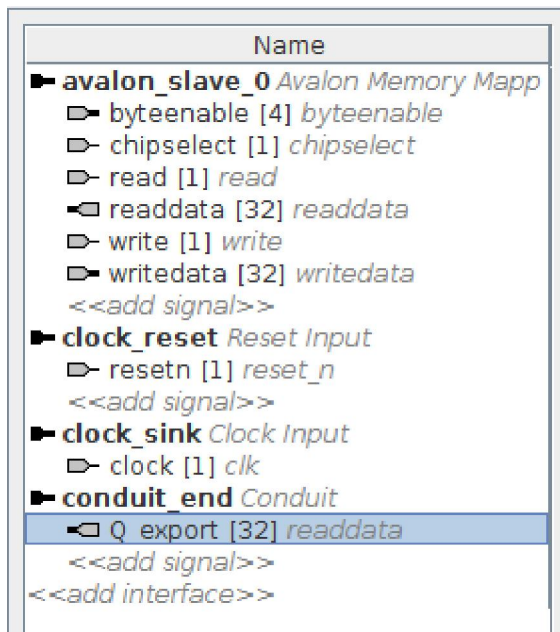

Рисунок 5. Налаштування сигналів.
10. Виконайте відповідні налаштування для інших сигналів. Результат повинен відповідати рис. 5.